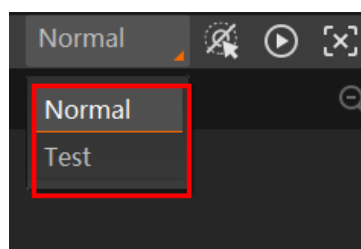

图3-20 运行模式设置
3. 通过“预览窗口”区域右上角下拉选择设备的运行模式, 支持 Test、Normal 两种, 如图 3-20 所示, 具体介绍详见 4.2 运行模式章节。